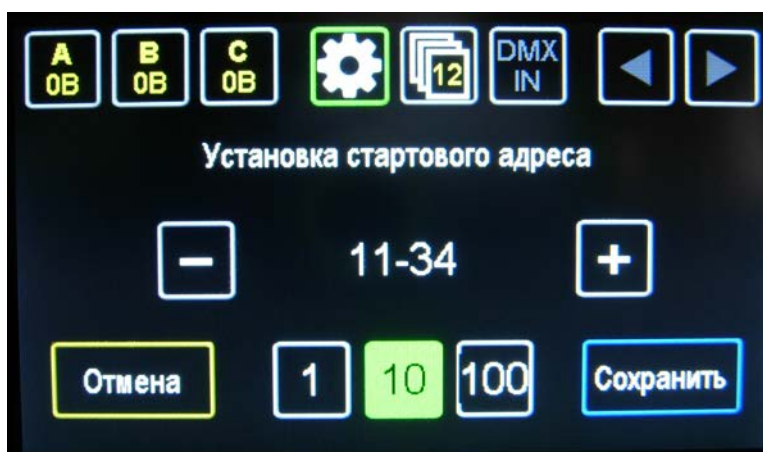

Рисунок 8: Выбор изменяемого разряда значения
– Задать значение стартового адреса, которое должно входить в диапазон от «1» до «488». Для увеличения значения нажать на кнопку , для уменьшения – . Для выбора изменяемого разряда значения: единицы, десятки или сотни нажать на кнопку ,  или  соответственно, при этом кнопка будет выделена зелёной заливкой (Рисунок 8);